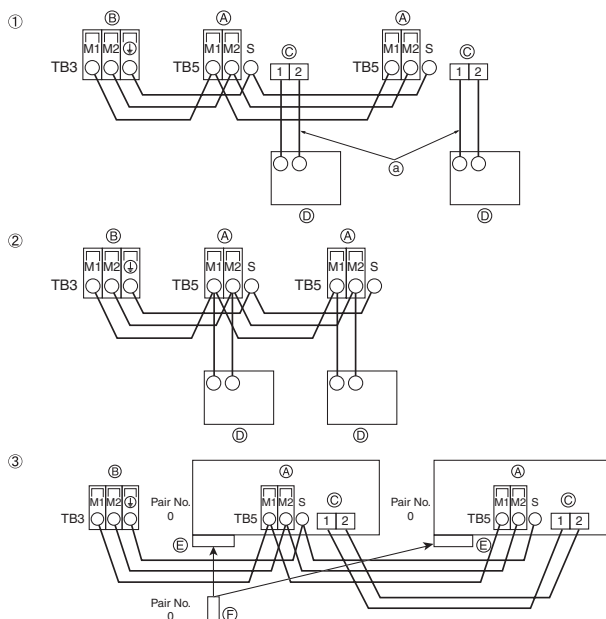

Fig. 5-4
5.4. Raccordement des câbles de la commande à distance et des câbles de transmission intérieurs et extérieurs (Fig. 5-4)